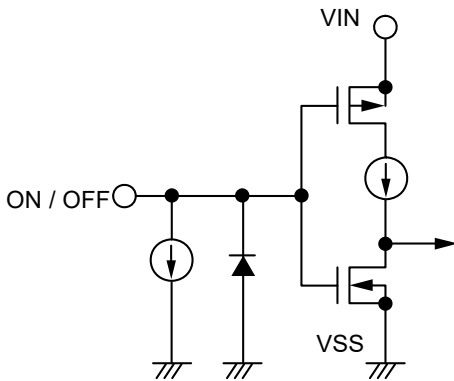

图16 S-1313xxxH系列A / C型
ON / OFF端子的结构如图16、图17所示。
*2. 将ON / OFF端子连接到VIN端子上进行工作时，S-1313xxxH系列A / C型产品的消耗电流中，流入0.1 μ A (典型值) 恒定电流中的电流流量会增多，务请注意 (请参阅图16)。